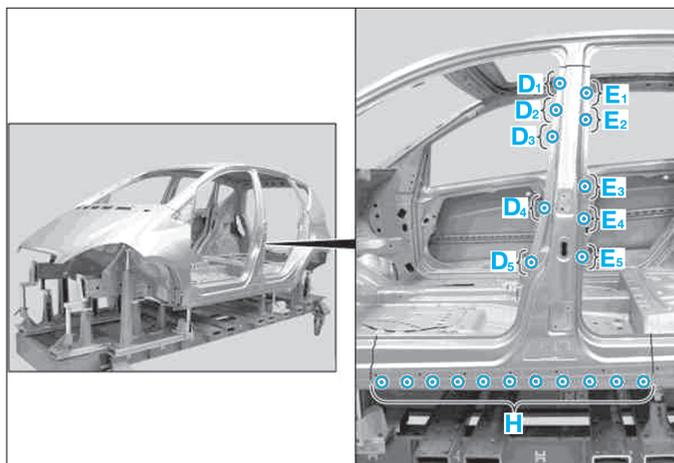

FIG. 60
- Fraiser les points de soudure dans les zones (D₁), (D₂), (D₃), (D₄), (D₅), (E₁), (E₂), (E₃), (E₄), (E₅), et (H) (Fig.60).